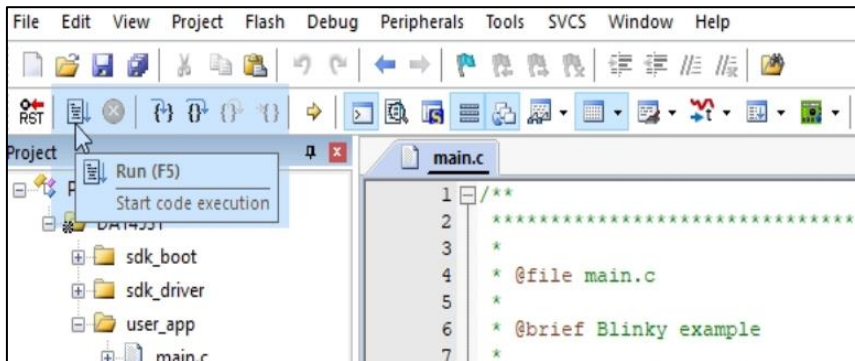

Figure 17: Keil – Run
17. Click the **Run** button. See Figure 17.